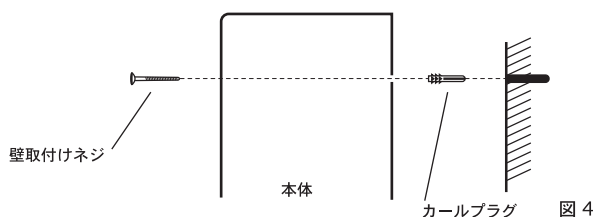

図 4
- 1 壁に 7 ミリのドリルで穴をあけ (2 箇所)、カールプラグをハンマーで打ち込みます。(図 4)